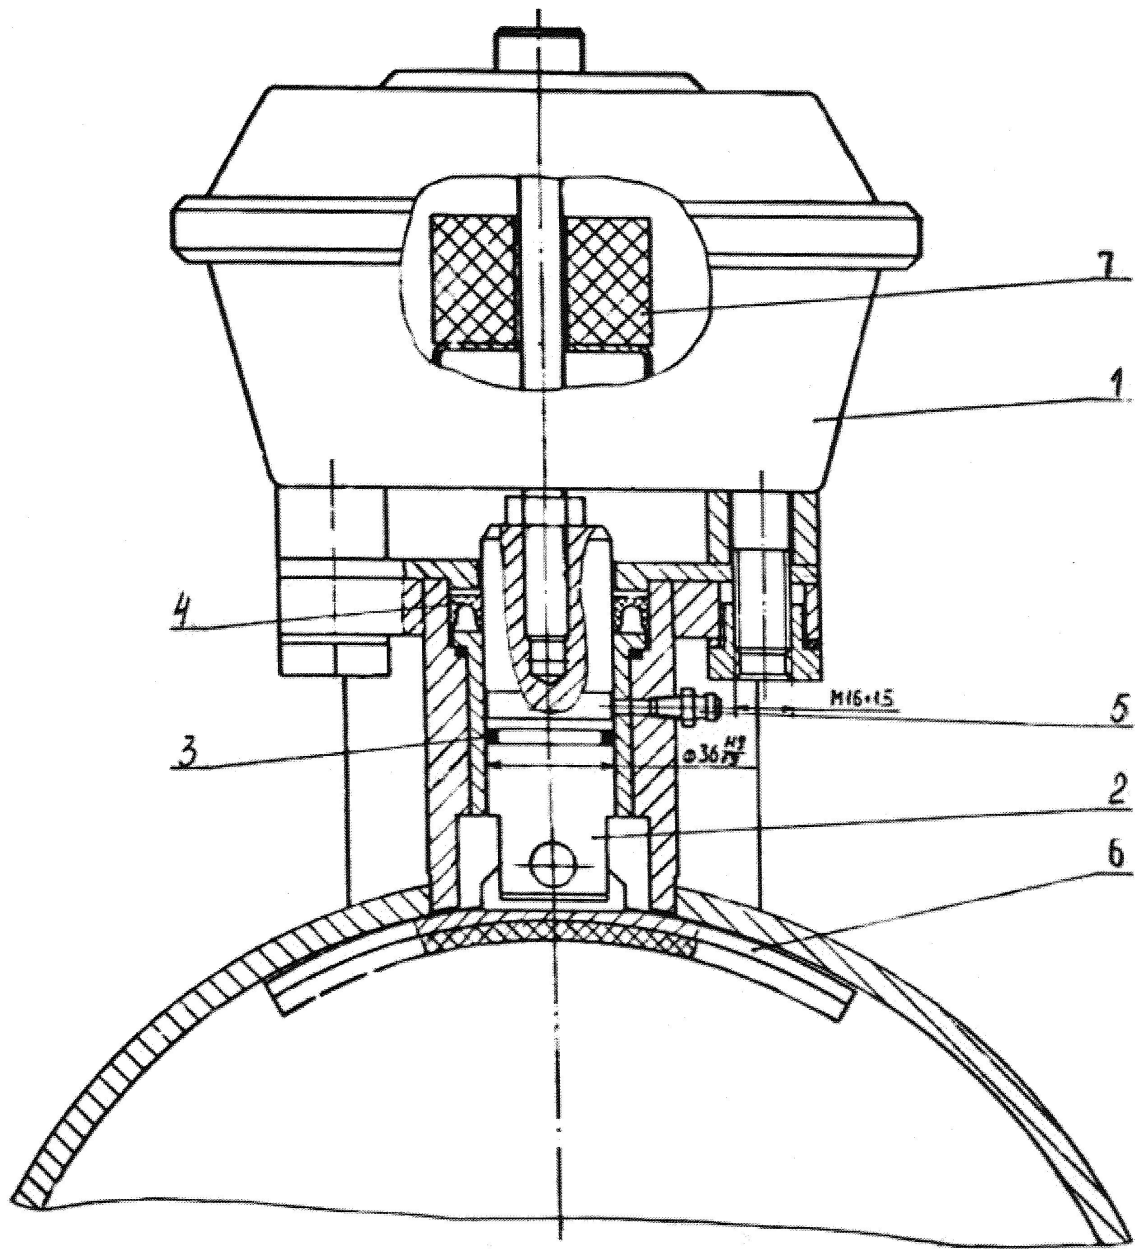

Рисунок 7.2 – Механизм зажима баллона.
7.3. Емкость состоит из обечайки 10, фланцев 11, 12, направляющих 13 для ориентации баллонов при их загрузке, кронштейнов 14 крепления крышки. В верхней части емкости смонтирован механизм зажима баллона (рис.7.2), который состоит из пневмокамеры 1 (МАЗ-500-3519110), штока 2 с уплотнительным кольцом 3 и манжетой 4, пресс-масленки 5. При подаче сжатого воздуха в пневмокамеру шток 2, жестко соединенный со штоком пневмокамеры, вместе с колодкой 6 опускается и зажимает баллон. Втулка 7 ограничивает ход штока пневмокамеры, чтобы исключить выход из строя уплотнений.